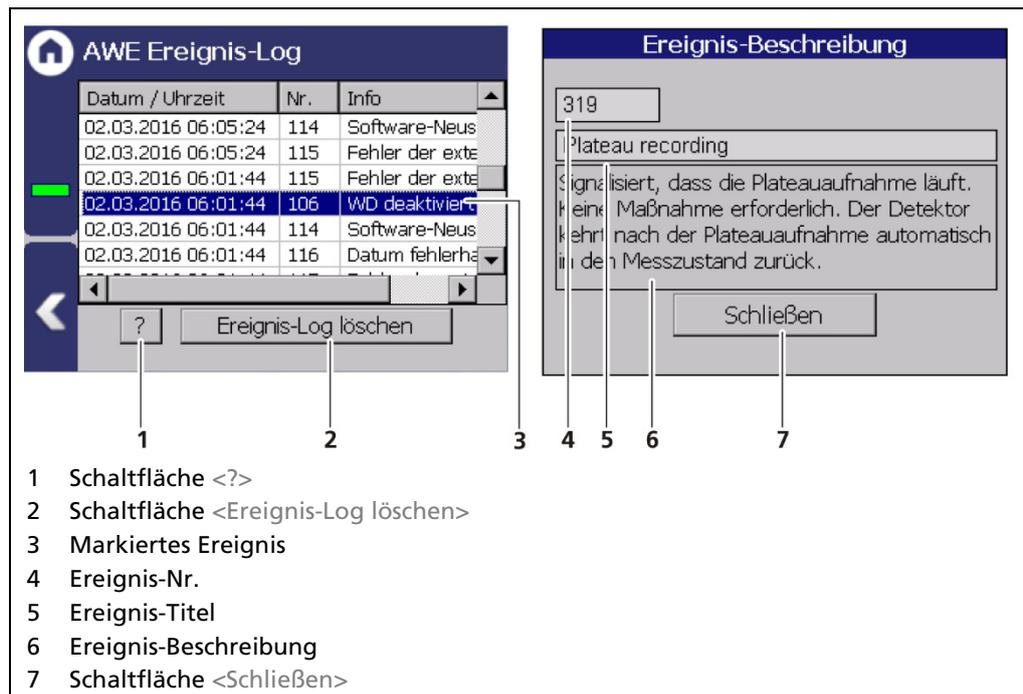

Abb. 138 AWE Ereignis-Log Beschreibung
1. Klicken Sie eine Zeile in der Liste (Abb. 138, Pos.3) an.
2. Klicken Sie auf <?> (Abb. 138, Pos.1).
3. Mit der Schaltfläche <Schließen> schließen Sie die Ereignis-Beschreibung (Abb. 138, Pos.7).
Mit der Schaltfläche <Ereignis-Log löschen> (Abb. 138, Pos.2) werden alle Ereignisse unwiderruflich gelöscht.